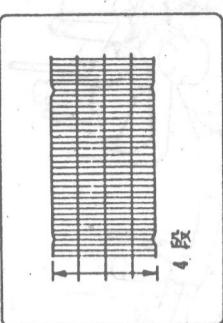

图 65
- ①用跟踪控制，以便使 FM 输出最大；
- ②微调示波器的电压水平范围，以便设定 FM 输出为 4 段，如图 65 所示；